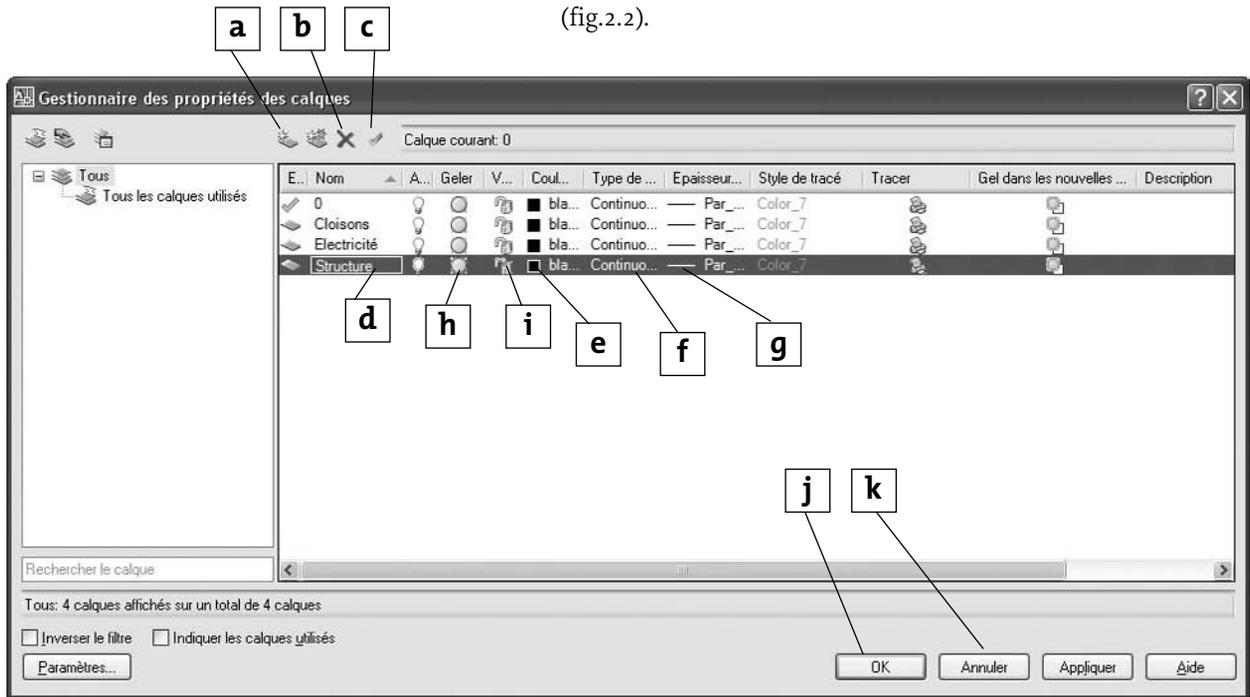

Fig.2.2
- 5) Modifier éventuellement les propriétés et cliquer sur **OK** (fig.2.2).